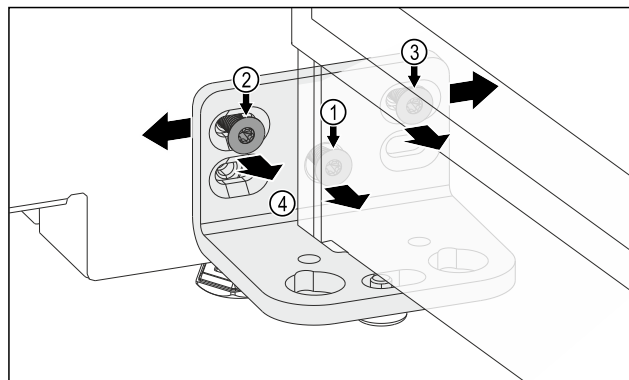

Fig. 12
- ▶ Schroef Fig. 12 (1) verwijderen.
- ▶ Schroef Fig. 12 (2) en schroef Fig. 12 (3) losdraaien. Voor schroef Fig. 12 (3) heeft u een korte inbussleutel nodig.
- ▶ Deur met scharnierbeugel Fig. 12 (4) naar links verschuiven.
- ▶ Deur met scharnierbeugel Fig. 12 (4) naar rechts verschuiven.
- ▶ Eindpositie van de deur is bereikt: Schroef Fig. 12 (2) en schroef Fig. 12 (3) vastschroeven.
- ▶ U heeft de schroef Fig. 12 (1) niet meer nodig.